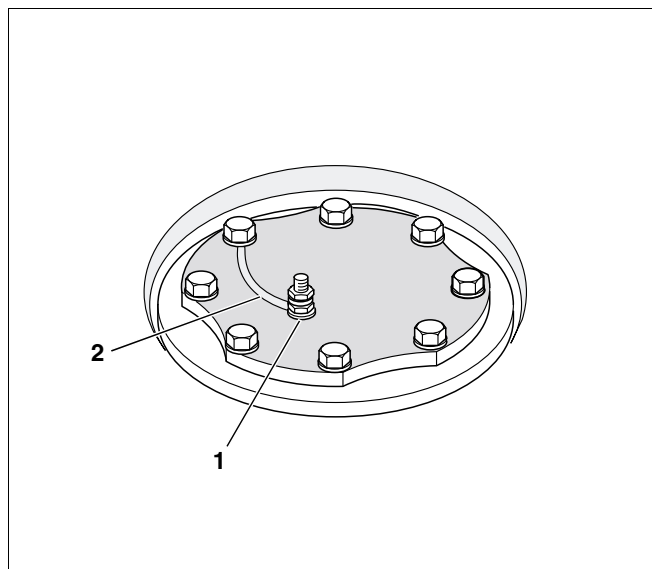

Fig. 6 Collegamento dell'anodo di magnesio
- Verificare che sia collegato il cavo di messa a terra (fig. 6, **pos. 2**) dell'anodo di magnesio (fig. 6, **pos. 1**).